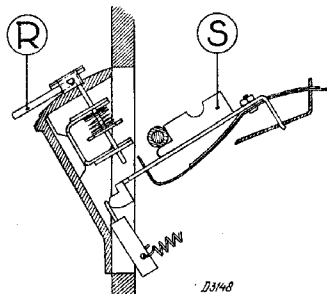

Fig. 8
- De kam R (zie fig. 8) wordt onder de drukknoppenrij geschoven, nadat de sierkapjes afgenomen zijn.